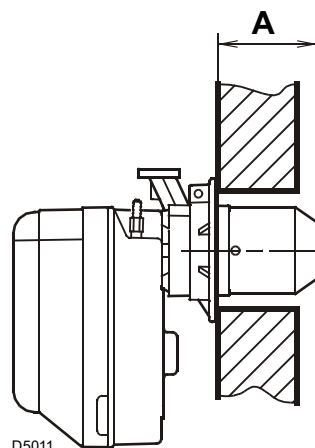

Fig. 11
Il bruciatore può essere fissato con la quota (A) variabile, come dimostra la Fig. 11.